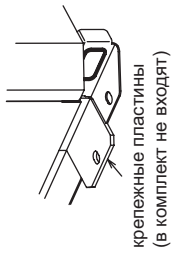

Рис. 3 (без съемной опоры)
- Если болты крепления закручиваются после установки блока на основание, то используйте крепежные пластины (в комплект не входят). См. рис. 3 и 4.